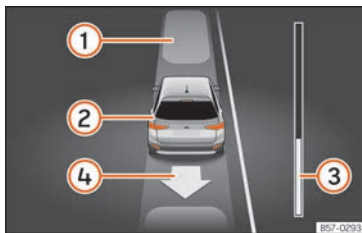

Abb. 253 Am Bildschirm des Kombi-Instruments: parallel zur Fahrbahn ausparken.
Legende zu **Abb. 253**:
Die Fortschrittsanzeige »» Abb. 253 ③ zeigt den zurückzulegenden Abstand an »» Seite 298.